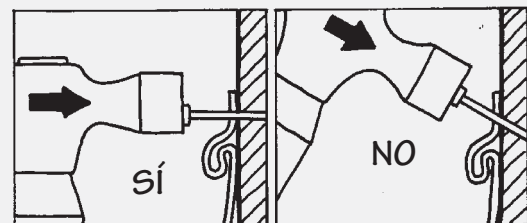

Figura 18.
- Coloque los sujetadores en línea recta y nivelados para evitar la distorsión y el hundimiento del panel (Figura 18).